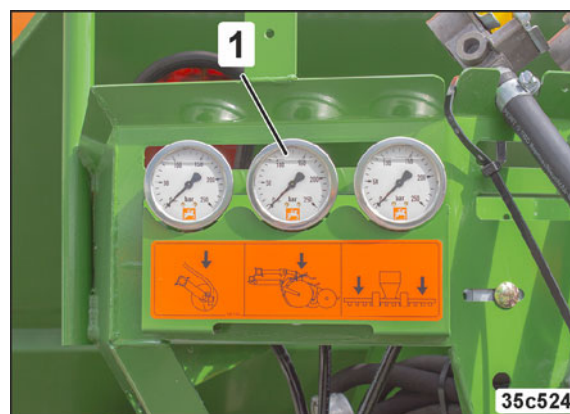

Fig. 84
- fra traktorsædet på manometeret (Fig. 84/1) eller